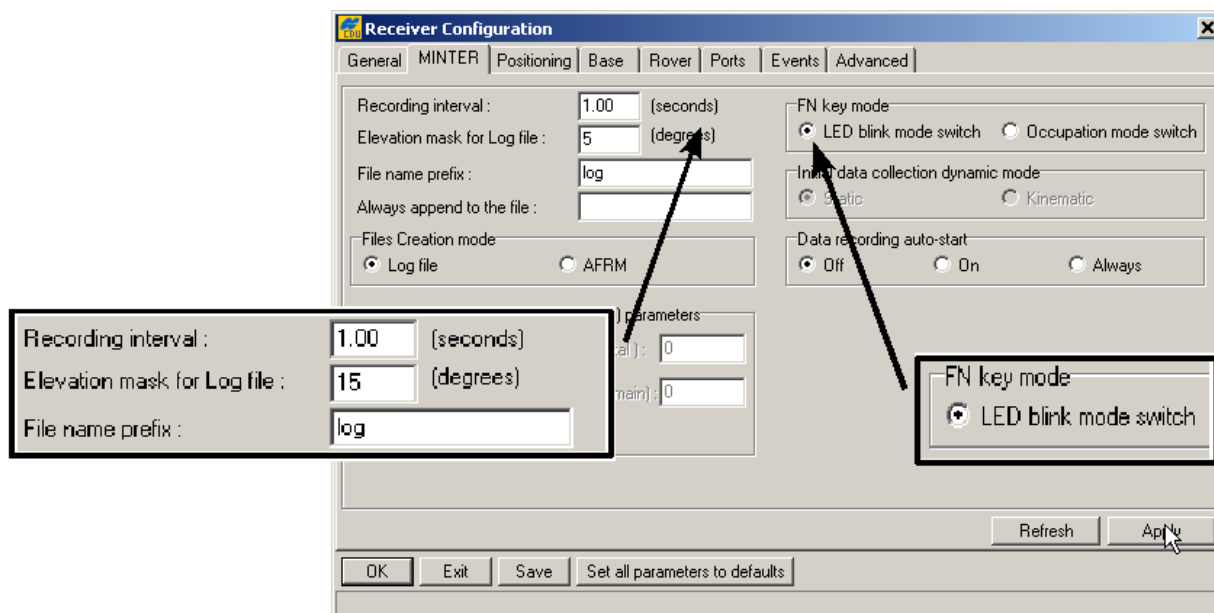

Рисунок 3-2. Конфигурирование MINTER
2. Запустите программу PC-CDU, выберите пункт меню **Configuration > Receiver > MINTER** и задайте перечисленные ниже параметры, после чего щелкните на кнопке *Apply* (*Применить*), см. рис. 3-2: